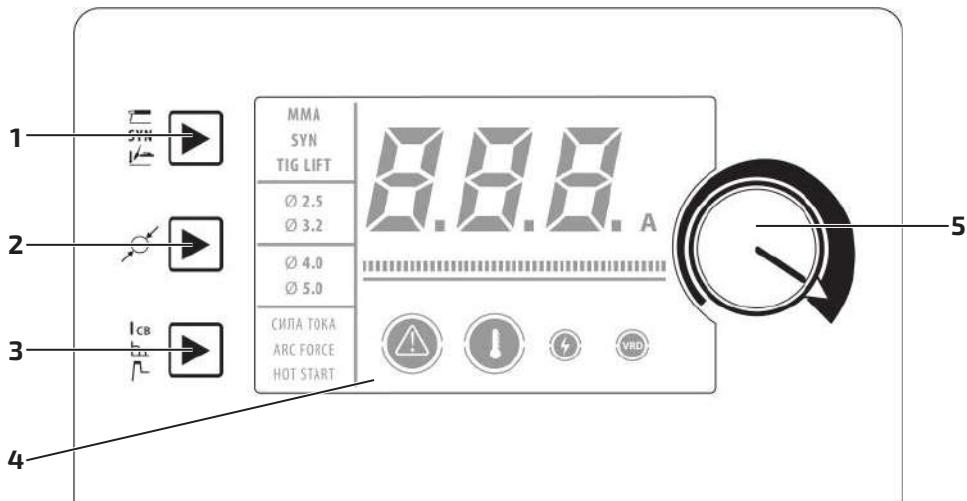
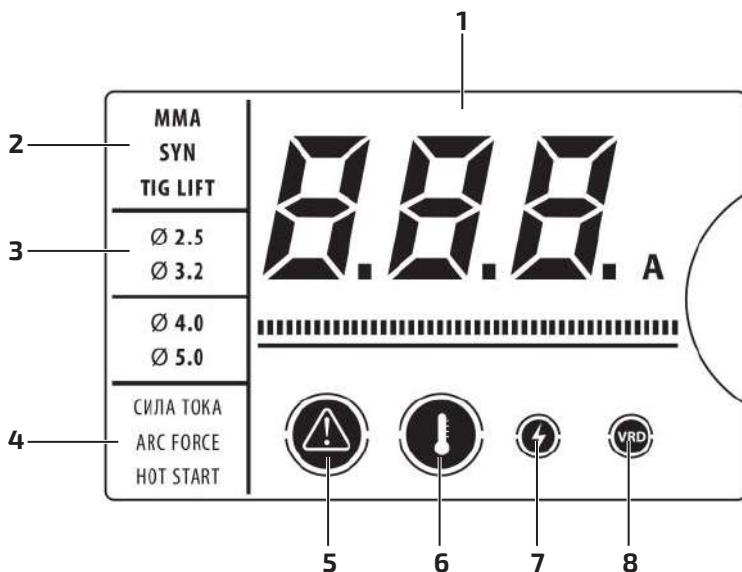
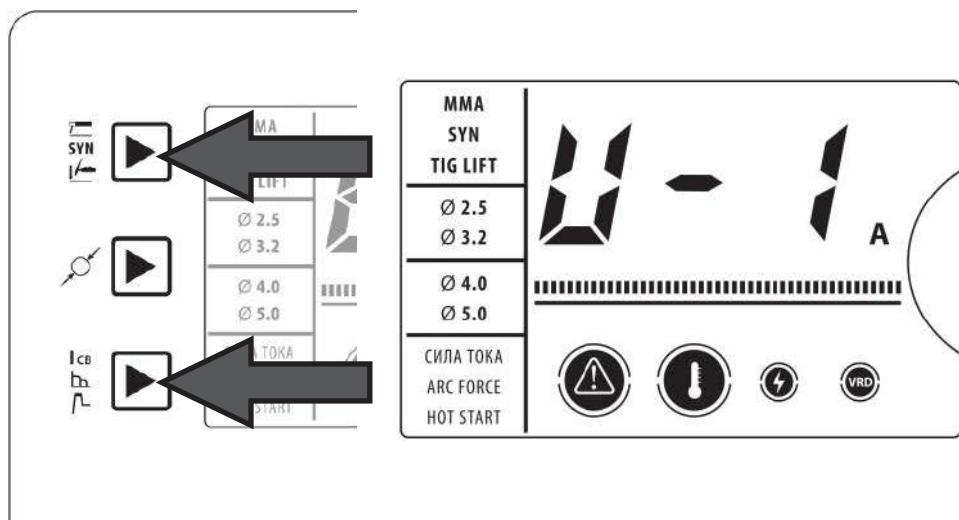

Рис. 6.1.1. Панель управления аппаратов REAL ARC 315 (Z3H3), REAL ARC 400 (Z3H4).
Рис. 6.1.2. LED дисплей.
Рис. 6.2.4. Включение функции VRD.
Для включения функции VRD (см. рис. 6.2.4) нажмите и удерживайте кнопку выбора режима сварки (см. рис. 6.1.1, поз. 1) и кнопку выбора параметров сварки (см. рис. 6.1.1, поз. 3).
1. Включите аппарат, нажмите на кнопку «Режим сварки» (см. рис. 6.1.1, поз. 1) на передней панели сварочного аппарата. На LED дисплее загорится надпись SYN (см. рис. 6.1.2, поз. 2, п. 2).
2. Выберите диаметр электродса (см. рис. 6.1.1, поз. 2) на передней панели сварочного аппарата. На LED дисплее загорится соответствующий диаметр электродса (см. рис. 6.1.2, поз. 3).
3. Установите значение сварочного тока в диапазоне выбранного диаметра электрода (см. рис. 6.1.1, поз. 5). **Значения Arc Force и Hot Start устанавливаются автоматически.**